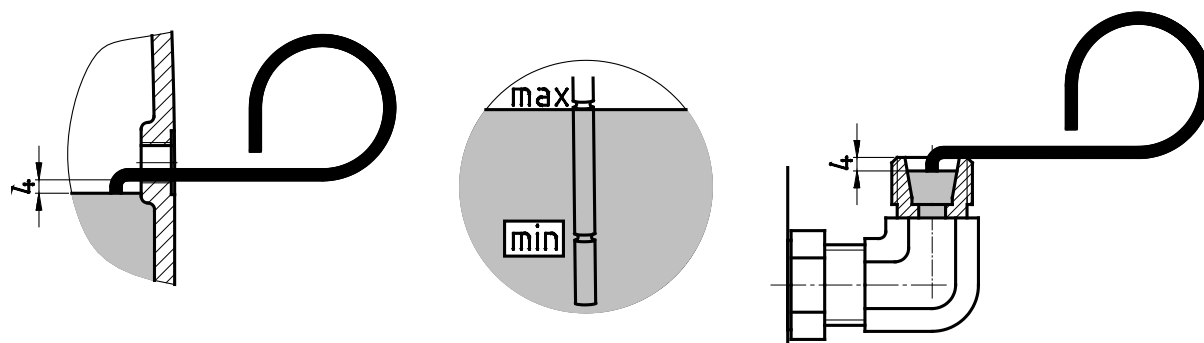

Abbildung 21: Ölstand prüfen mit Ölmesstab
- Standard-Stirnradgetriebe in Bauform M4 (V1 und V5) haben zum Prüfen des Ölstandes das in Abbildung 21 (rechtes Bild) gezeigte Winkelrohr, das senkrecht nach oben stehen muss. Vor der Ölstandsprüfung ist die Druckentlüftung herauszuschrauben.
- Der Ölstand im Getriebe ist mit dem beiliegenden Ölmesstab (Teile-Nr.: 283 0050), wie in Abbildung 21 (linkes und rechtes Bild) dargestellt, zu prüfen. Hierbei ist der in das Öl eintauchende Teil des Ölmesstabes senkrecht zu halten.
- Der Ölstand muss mit Hilfe der Verschlusschraube mit Peilstab (Gewinde G1¼) im Ölstandsbehälter geprüft werden. Der Ölstand muss zwischen der unteren und der oberen Markierung bei ganz eingeschraubtem Peilstab liegen, siehe Abbildung 21 (mittleres Bild). Diese Getriebe dürfen nur in der im Kapitel 7.1 "Bauformen und Wartung" angegebenen Bauform betrieben werden.